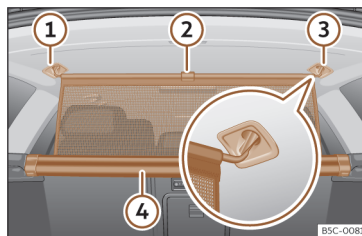

Fig. 181 Na bagageira: fixar a rede de separação.
- Puxe a aba para cima >>> **Fig. 181** ① para tirar a rede da carcaça ④.
- Prender a rede de separação do lado esquerdo ou direito ③ (imagem ampliada).
- Prender a rede de separação no alojamento do outro lado ① puxando a barra.